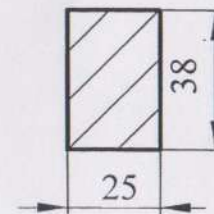

Рис.3
6.8 Выполнить отверстия в удобном для водителя месте для установки переключателей управления ЭСП с рамками (см. рис.3) и установить переключатели.